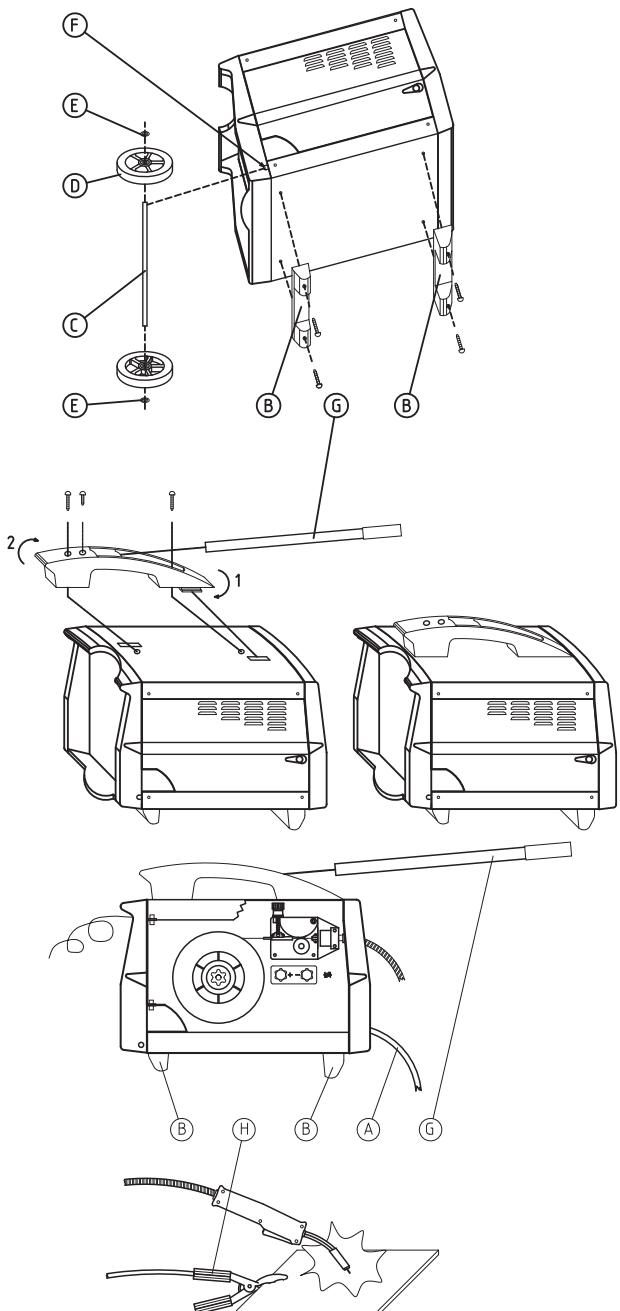

Abb. 1
- Legen Sie das Schweißgerät vorsichtig auf die Seite und befestigen mit Hilfe der vier beiliegenden Schrauben die beiden Plastikfüße (B) (vorne und hinten) unten am Gerät. Bei dem verfahrbaren Modell ist die Verschlußfolie des Achsensitzes (F) mit einem Werkzeug zu entfernen und die Achse (C) durch die beiden Öffnungen zu schieben. Anschließend die beiden Räder (D) an den Enden der Achse befestigen. Zur Verankerung der Räder ziehen Sie langsam die Stützscheiben (E) am Achsenende fest. Bringen Sie das Gerät wieder in die Senkrechte, setzen den Transport-Arm (G) in den vorderen Griffbereich ein und fixieren ihn mit den Schrauben der Serienausstattung (s. Abb. 1). Die Anleitung zum Zusammenbau des Plastikgriffes ist aus Abbildung 1 ersichtlich.